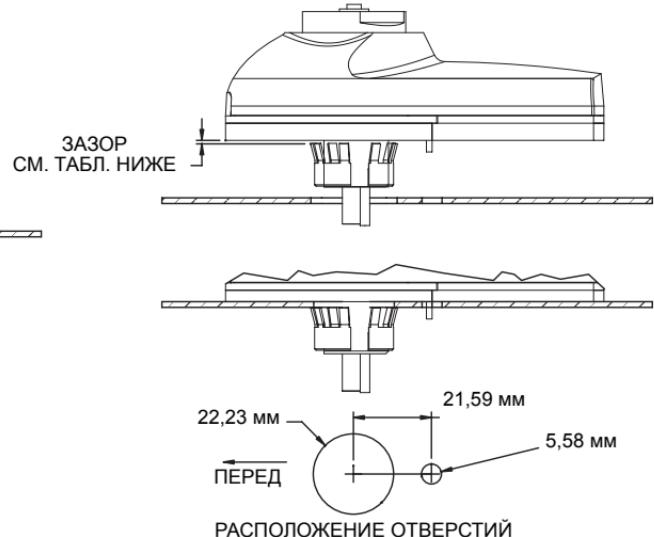

Рис. 2. Установка вслепую
2. Прорежьте или просверлите сквозные отверстия в монтажной поверхности (стенке толщиной не более 3,3 mm), расположенные как показано на рис. 2.